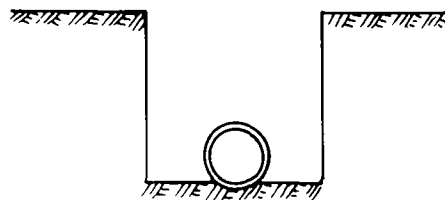

FIG 3
a) **Bases Normais** — diretamente sobre o terreno. Quando o tubo é colocado diretamente sobre o fundo da vala, conforme mostra a fig. 3.